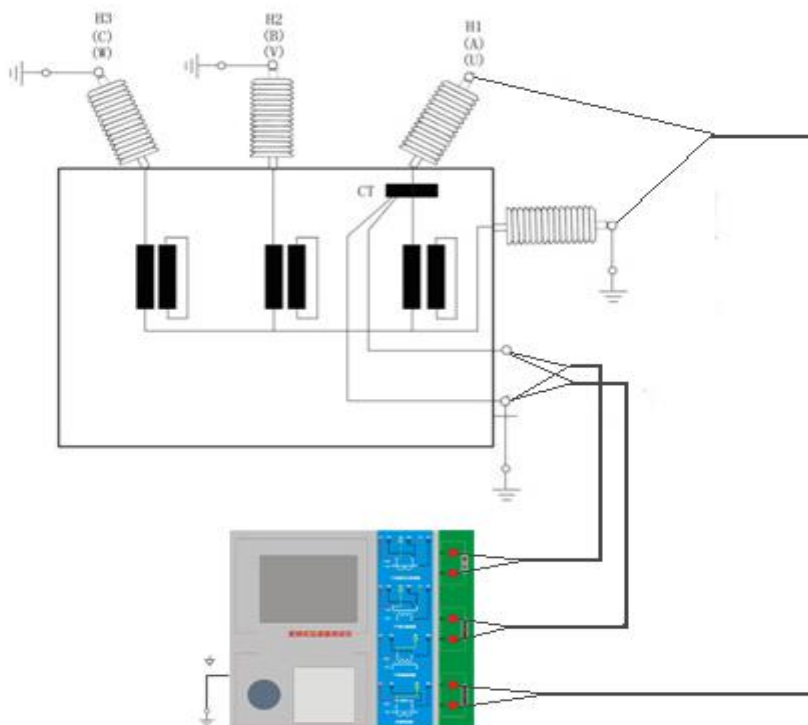

图 C.3 测试仪对变压器上套管 CT 进行测试时的接线方式
2. 测试仪进行变压器套管 CT 测试时的接线方式如图 C.3 所示。